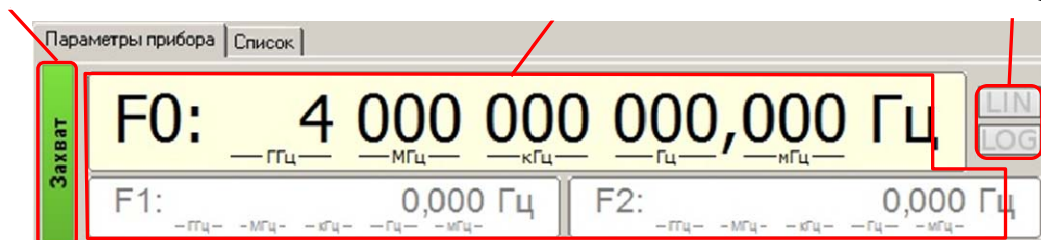

Рисунок 6.15 – Параметры частоты
В параметрах частоты (рисунок 6.15) отображается:
1) в режиме «Фиксированная частота и мощность» и «Сканирование по мощности» отображается  $F_0$  – значение текущей частоты, поля  $F_1$  и  $F_2$  затенены (рисунок 6.15);
в) режим сканирования – отображает закон изменения частоты линейный  LIN или логарифмический  LOG. В режиме «Фиксированная частота и мощность» оба индикатора затенены (рисунок 6.15).